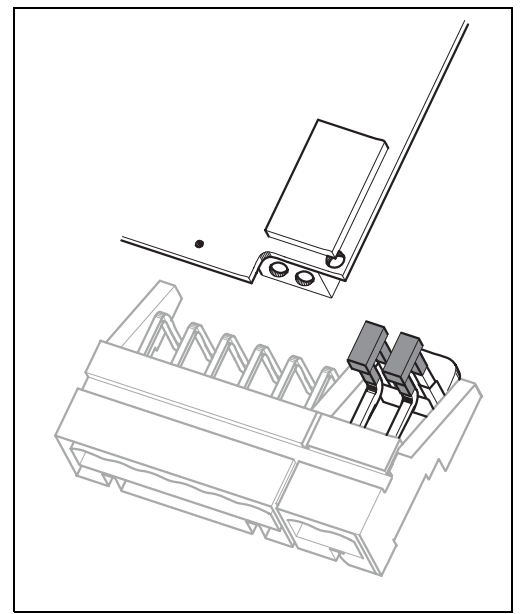

Fig. 13 : Module d'entrée pH et jeu de bornes pH dans le couvercle du boîtier avec cavaliers pour le raccordement de capteurs ISFET
6. Embrochez les cavaliers fournis selon la fig. 13.